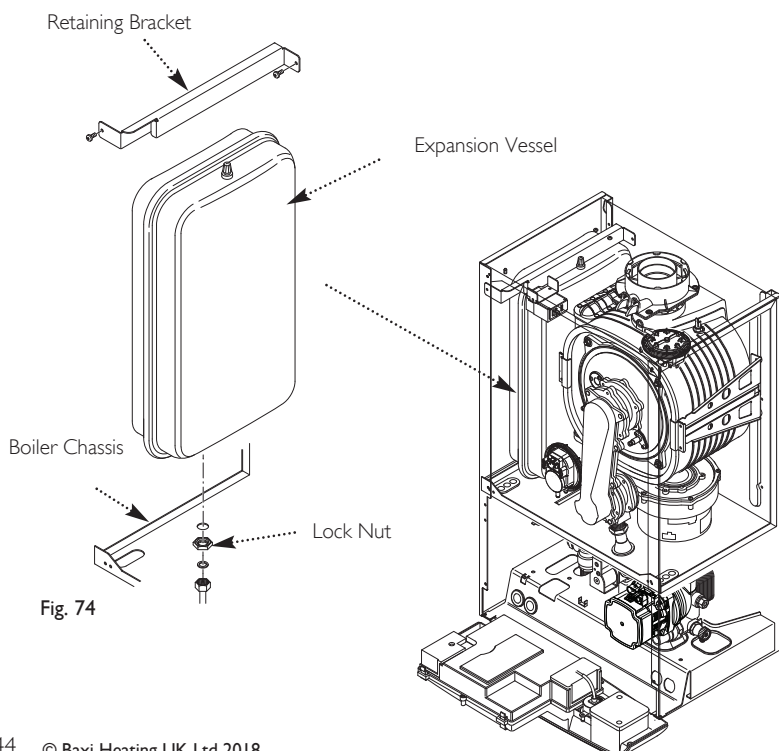

Fig. 74
13.24 Expansion Vessel (Fig. 74)